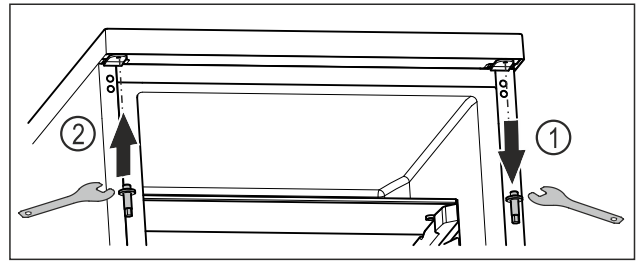

Fig. 18
- ▶ Відкрутіть верхній болт за допомогою шестигранного ключа. Fig. 18 (1)
- ▶ Затягніть болт із протилежного боку за допомогою шестигранного ключа. Fig. 18 (2)